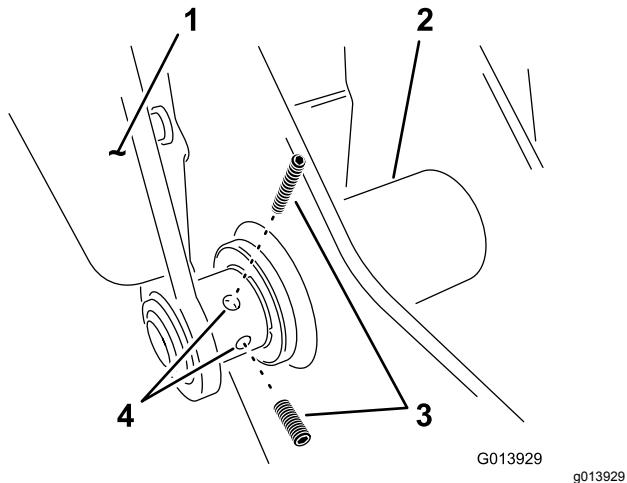

Figura 17
- Montate due viti a pressione sul braccio sinistro nel punto inferiore della cerniera (Figura 17).